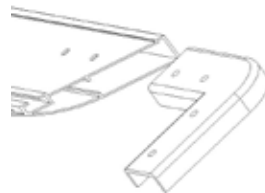

Abb. 2
4. Stecken Sie in die horizontalen Rahmenteile (A) pro Ende eine Metallecke (E) (Abb. 2).